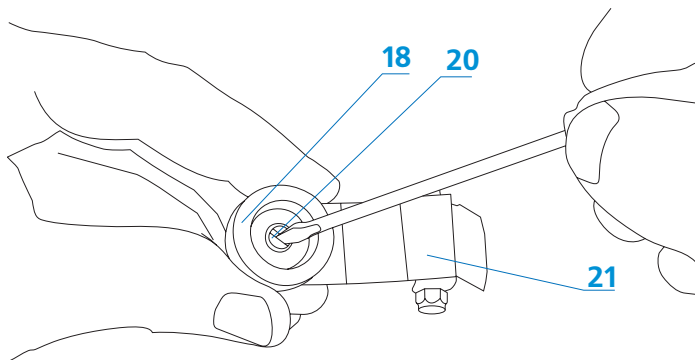

Рис. 6. Демонтаж и установка заточного камня.
Демонтаж и установка заточного камня показаны на рис. 6 и 7.
- задвижку (11) передвинуть в положение "0",
- выкрутить винты (19) и вынуть "плечо" (21) с заточным камнем (18),
- заблокировать заточный камень (18), как показано на рис.6, выкрутить винт (20),
- установить плечо с заточным камнем (21) в заточное устройство,
- сильно затянуть винты (19),
Положение заточного камня по отношению к ножу, показанное на рис. 6 должно сохраняться во время всего периода эксплуатации.